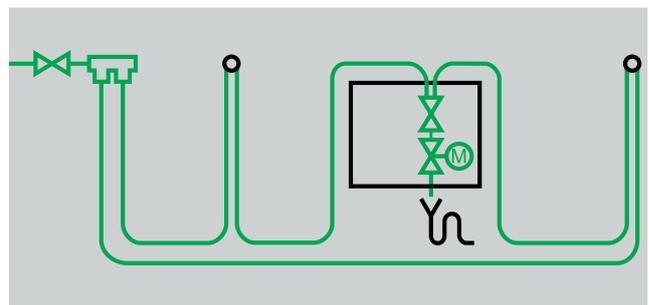

Abb. 16 Ringleitungs-Installation – optimaler Wasseraustausch
- Ringleitungen (Abb. 16) sind anzuordnen, wenn kein Hauptverbraucher am Ende platziert werden kann. Sie gewährleisten den bestmöglichen Wasseraustausch, weil bei jedem Öffnen einer Entnahmestelle von beiden Seiten Wasser nachfließt und so der gesamte Strang am Wasseraustausch beteiligt ist.